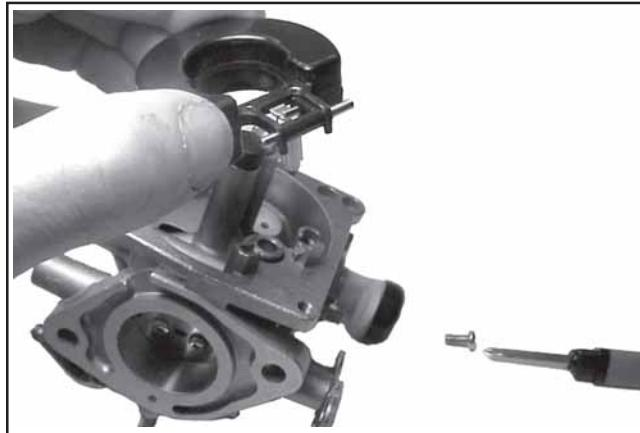

Figura 5-9. Rimozione di galleggiante e spillo di ingresso.
2. Rimuovere la vite del perno del galleggiante ed estrarre il vecchio galleggiante, il perno e lo spillo di ingresso. Vedere Figura 5-9. Gettare tutti i vecchi componenti. La sede dello spillo di ingresso non può essere riparata e non deve essere smontata.